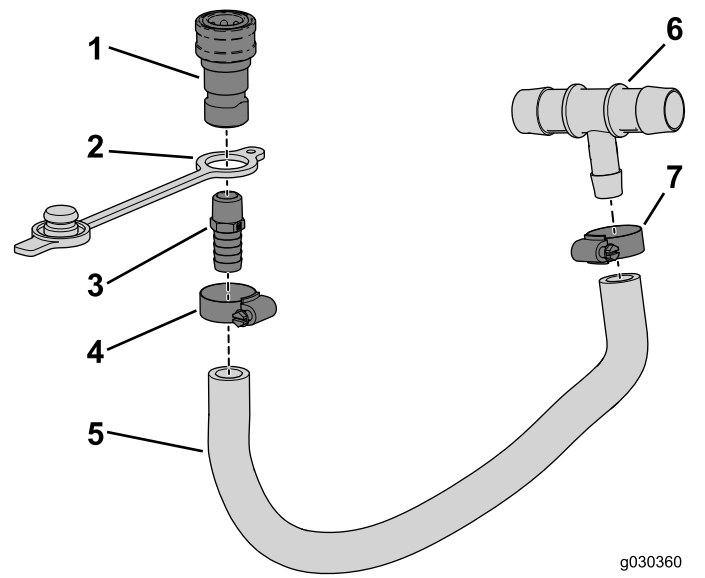

Bild 17
- Schieben Sie den Staubstöpsel über das Gewindeende des geraden Anschlussstückes, wie in Bild 17 abgebildet.
- Schrauben Sie das gerade Anschlussstück in die Buchsenkupplung (Bild 17).
- Stecken Sie das gezahnte Ende des geraden Anschlussstückes in den Schlauch und befestigen es mit der Schlauchklemme, wie in Bild 17 abgebildet.
- Stecken Sie das gezahnte Ende des T-Anschlussstückes in den Schlauch und befestigen es mit der Schlauchklemme, wie in Bild 17 abgebildet.
1. Nehmen Sie die Kappen ab, mit denen die Löcher im Stützrohr abgedeckt sind (Bild 17).